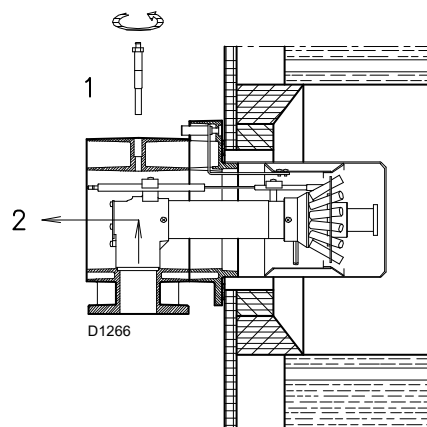

Рис. 15
- отвернуть винт 1) (Рис. 15)
- вынуть внутреннюю часть 2) (Рис. 15) головки и выполнить их настройку.
Не вращайте датчик, а оставьте его в положении, как показано на рис. Рис. 15. Если датчик расположен близко к электроду розжига, это может привести к повреждению усилителя сигнала автомата горения.